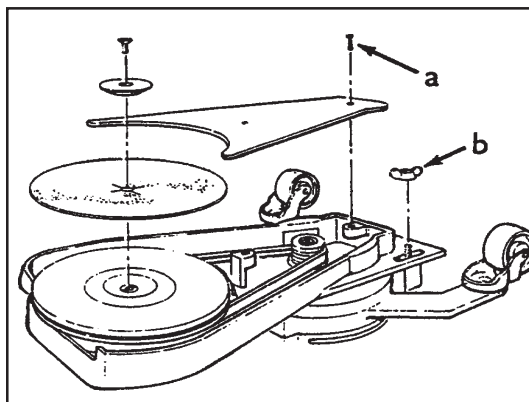
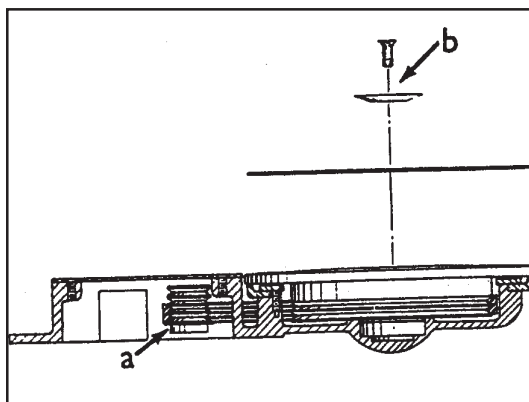

Figura 3
Figura 4
2. Saque el protector de la correa (figura 3-a). Coloque la extensión sobre el motor y ajuste el tornillo mariposa (figura 3-b). **Coloque la correa de transmisión en el conjunto inferior de ranuras sobre la polea del motor tal como se muestra en la figura 4-a (para la extensión para las terminaciones de bases de muebles con almohadilla de diámetro igual a 7").** El conjunto superior de ranuras se reserva para usarlo con todos los otros accesorios. Tense la correa de transmisión, luego apriete los tornillos de mariposa. Rote el impulsor de almohadilla para inspeccionar la posición de la correa de transmisión en la polea del motor y en las ranuras de la correa de transmisión de la almohadilla.
4. Saque el tornillo y el retenedor del abrasivo. Centre el abrasivo sobre la almohadilla y asegúrelo con el retenedor y el tornillo del abrasivo. (Figura 4-b)